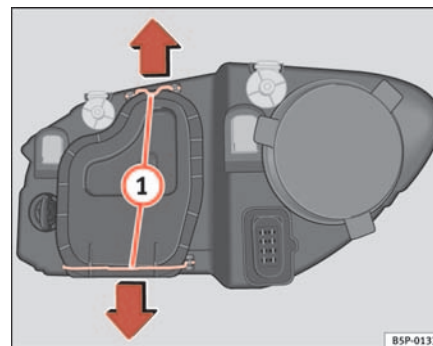

Fig. 182 Luz de cruce
- Desplace los tirantes ⇒ página 265, fig. 182 ① en el sentido de la flecha y saque la tapa.